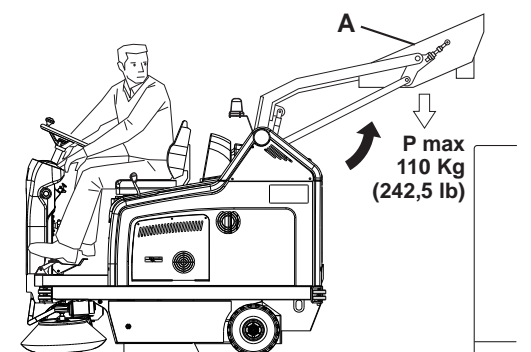
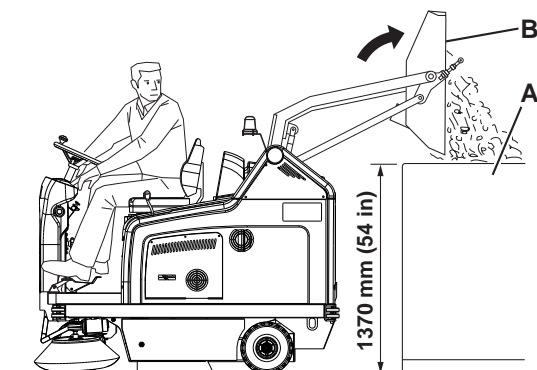

Figure 1
Figure 2
1. La hauteur maximum de déchargement du conteneur déchets est de 1.370 mm (voir Fig. 2).
- Désactiver le système d'aspiration au moyen de l'interrupteur (66).
- Activer le secoueur en appuyant sur la partie supérieure de l'interrupteur (66).
*Pendant le soulèvement et la vidange du conteneur déchets (4), maintenir le frein de stationnement activé à l'aide de la pédale (82) et du levier (75).*
3. Tenir les personnes à distance de la machine, en particulier de l'endroit du conteneur déchets (4).
4. Appuyer en même temps sur l'interrupteur de confirmation (61) et sur l'interrupteur de soulèvement (67), en soulevant le conteneur déchets (A, Fig. 1) à la hauteur désirée.
5. Appuyer en même temps sur l'interrupteur de confirmation (61) et sur l'interrupteur de basculement (68) du conteneur déchets (B, Fig. 2) et décharger les déchets dans le bac de collecte (A).
*Le basculement du conteneur déchets (B, Fig. 2) n'est possible qu'après avoir soulevé le conteneur à une hauteur minimum de 270 mm.*
6. Appuyer en même temps sur l'interrupteur de confirmation (61) et sur l'interrupteur de basculement (68) du conteneur déchets pour qu'il revienne à la position horizontale.
7. Appuyer en même temps sur l'interrupteur de confirmation (61) et sur l'interrupteur d'abaissement (67) du conteneur déchets pour le baisser complètement.